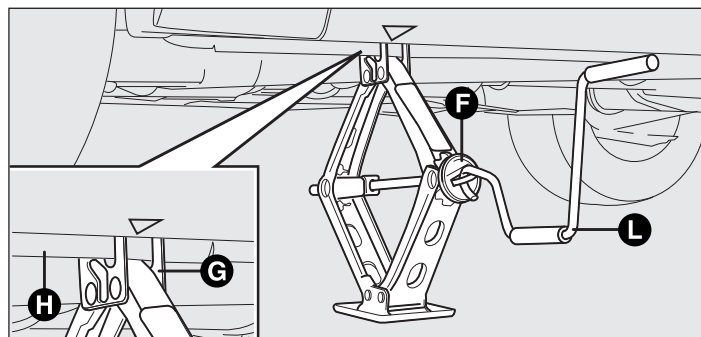

fig. 147
- ❑ actionner le dispositif F-fig. 147 de manière à détendre le cric, jusqu'à ce que la partie supérieure du cric G s'engage correctement à l'intérieur du dispositif de retenue H ;
- actionner la manivelle L-fig. 147 du cric de manière à baisser la voiture et enlever le cric ;